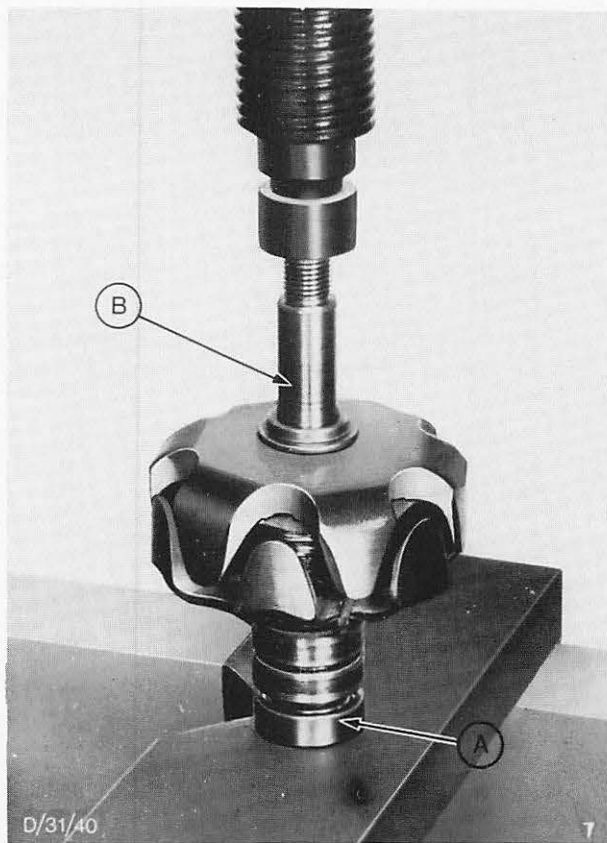

Abb. 27 Schleifringseitiges Lager aufpressen
24. Schleifringseitiges Lager, A in Abb. 27, auf die Läuferwelle, B in Abb. 27, pressen.